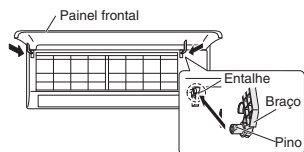

Fig. 3-87
- (1) Ao alinhar a extremidade superior da grade com a armação, mova horizontalmente a grade e introduza a parte superior e inferior na armação.
- (2) Pressione firmemente a grade com as mãos de modo a garantir que não existem folgas entre a armação e a grade.
- (3) Aperte os 6 parafusos. Em seguida, fixe as tampas removidas no sítio.
- (4) Segure as secções perto dos braços do painel frontal em ambos os lados e mantenha o painel frontal de modo a que esteja quase na horizontal. Empurre os veios dos braços em direcção ao exterior de modo a que entrem em contacto com a parte superior dos entalhes nos lados direito e esquerdo do aparelho de ar condicionado. Em seguida, empurre firmemente até os veios dos braços encaixarem no sítio. (Fig. 3-87)
- (5) Volte a montar o flape inferior.